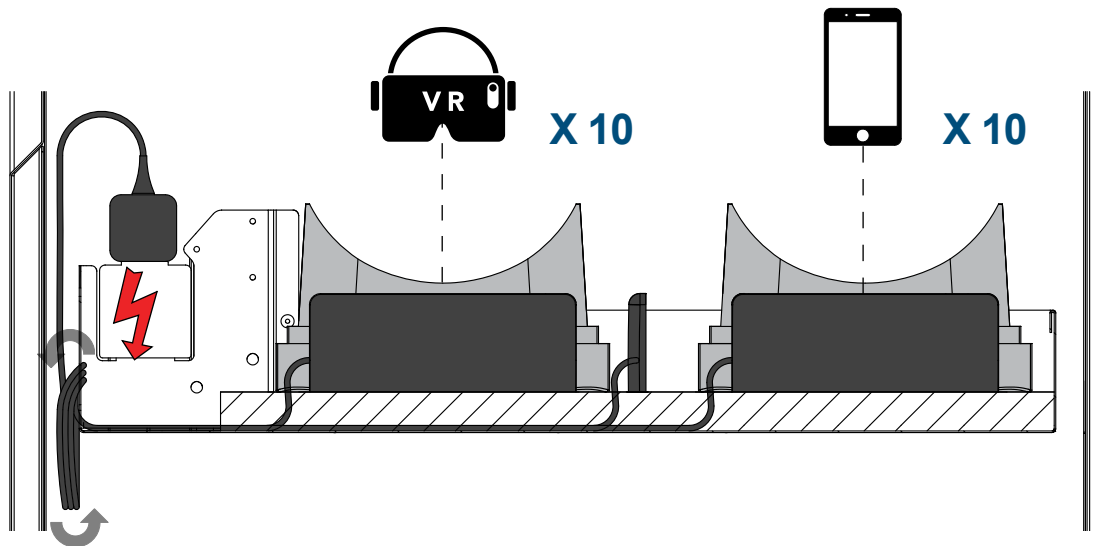

Figure 1.1
2. Plug the phone charge adapters into the power strips. **Figure 1.1.**
2. Branchez les adaptateurs de chargement de téléphone dans les barres d'alimentation. **Figure 1.1.**
2. Conecte los adaptadores de carga del teléfono en los multicontactos de alimentación. **Ilustración 1.1.**